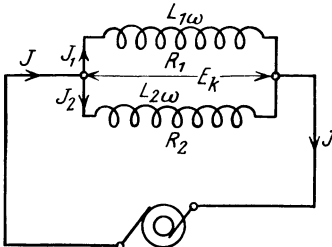

Abb. 116.
251. Zwei Spulen, deren Widerstände $R_1 = 20$ [18] (30) Ω , $R_2 = 5$ [3] (2) Ω und deren Selbstinduktionskoeffizienten $L_1 = 0,005$ [0,006] (0,009) H, $L_2 = 0,03$ [0,04] (0,05) H sind, werden parallel geschaltet (Abb. 116) und an eine Wechselstromspannung von 100 V und 50 Perioden angeschlossen.